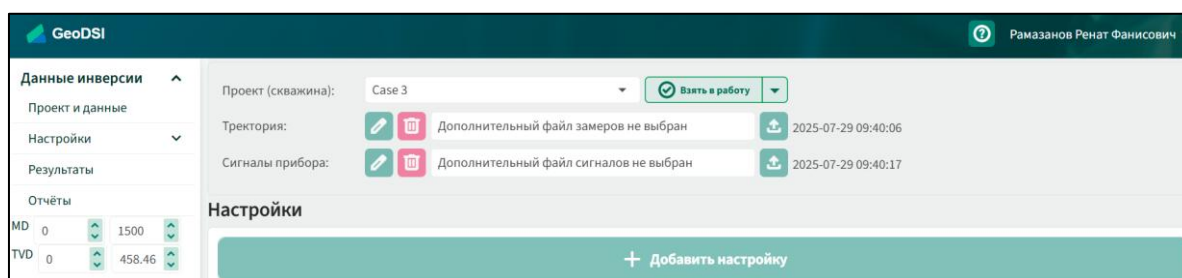

Рис. 1
1. Возьмите в работу проект или создайте новый (Рис.1)